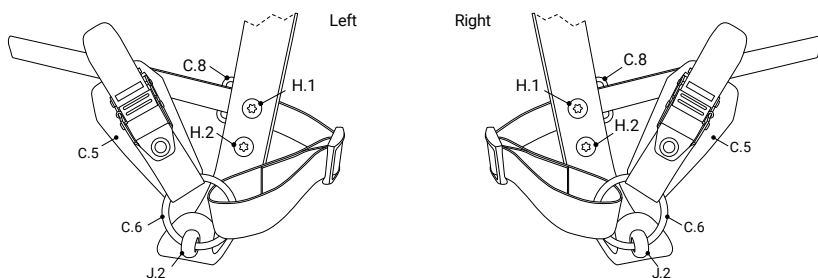

Figure 4: Sangles bas à cliquet
Pour fixer les sangles, vous avez besoin de deux boulons à oeil M8x9 (J.2). Positionnez-les comme indiqué dans la figure 4 ou 5. Fixez les boulons à oeil avec un frein filet à haute résistance.
Faites passer le porte-clés (C.6) dans le boulon à oeil et positionnez la sangle et la boucle de ceinture comme indiqué sur la figure 4 ou 5. Le porte-clés doit être guidé complètement à travers le boulon à oeil.
Retirez les vis des pointes supérieure et inférieure. Placer la sangle de l'œillet de guidage (C.8) dans le creux entre la tige (A) et la pointe (B). Positionnez l'œillet de guidage comme indiqué sur la figure 4 ou 5. Utilisez les vis M8x25 fournies (H.2) pour les vis supérieures et inférieures de la gaffe afin de fixer la gaffe à la hampe. Veillez à ce que la vis de la gaffe supérieure soit guidée à travers le trou de la sangle de l'œillet de guidage.